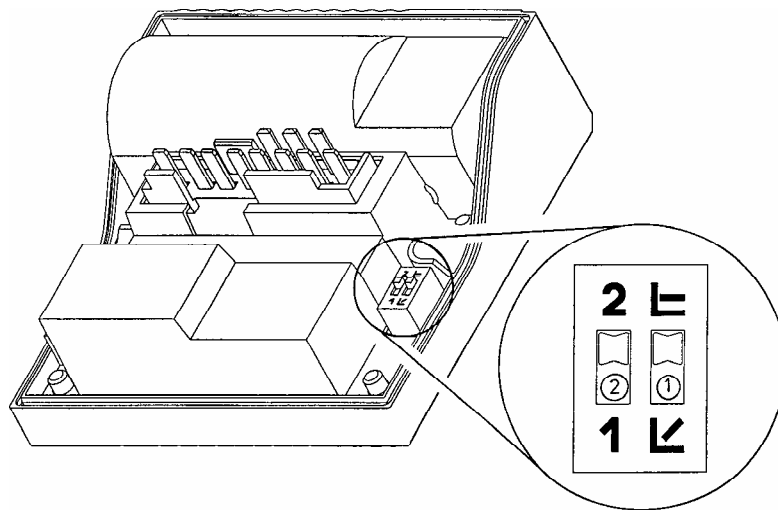

Рис. 4
Режим управления может быть выбран при помощи переключателя (рис. 4 поз. 1):
Заданный вид регулирования устанавливается с помощью переключателя в клеммной коробке (рис. 4, поз. 2).
- Установите напор насоса с помощью переключателя (рис. 4, поз. 2).